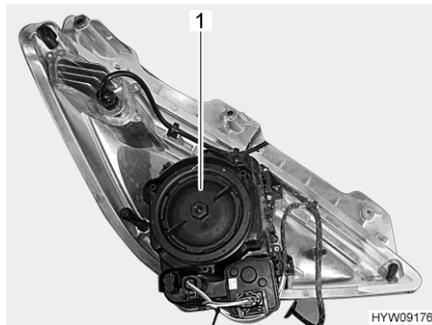

Fig. 235 Faro delantero (lado trasero)
- Girar la tapa de la caja (Fig. 235,1) en sentido contrario a las agujas del reloj y quitarla.
- Colocar la tapa de la caja (Fig. 235,1) y apretarla en sentido de las agujas del reloj.